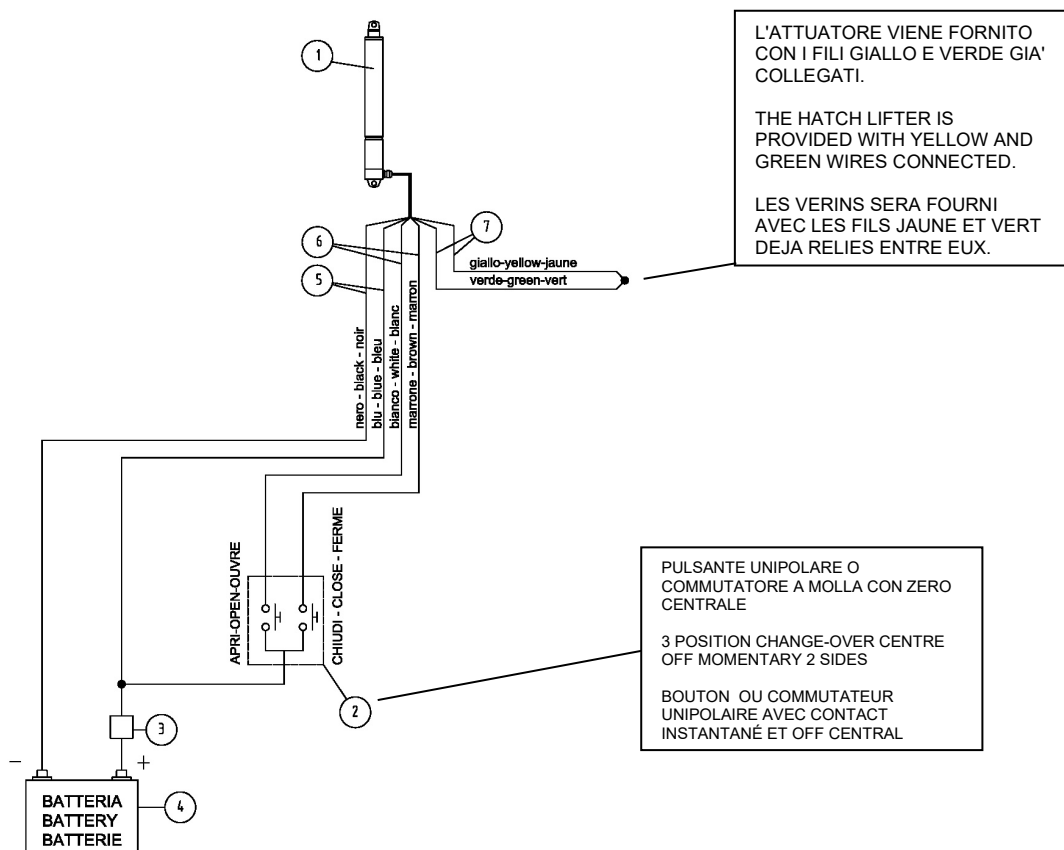
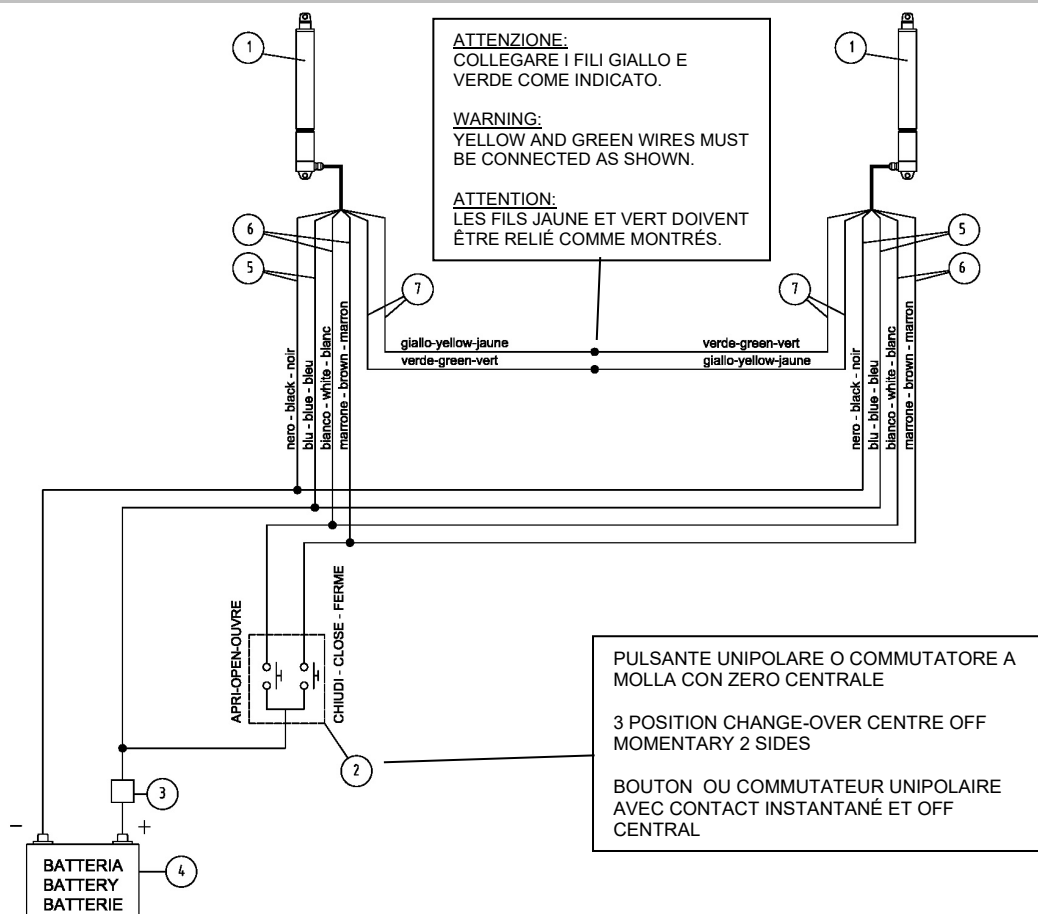

fig. 4
fig. 5
- Effectuer le branchement électrique en suivant les schémas de fig. 4 ou de fig. 5.